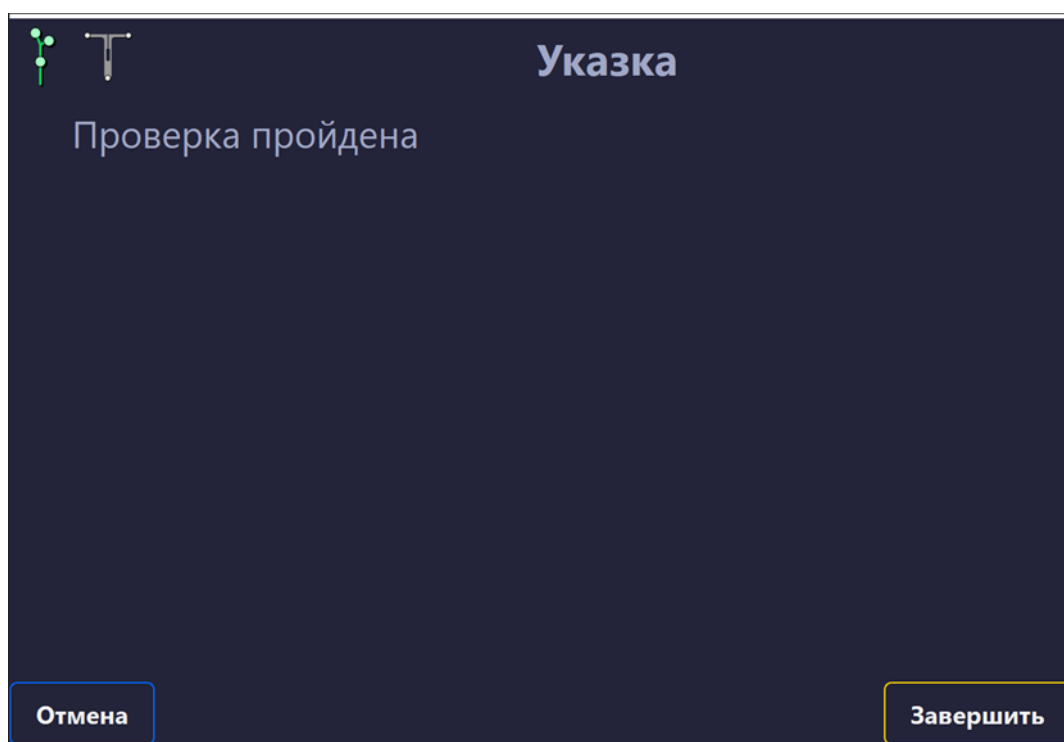

Рисунок 163 – Завершение проверки
4. Проверка указки завершена (рисунок 163).